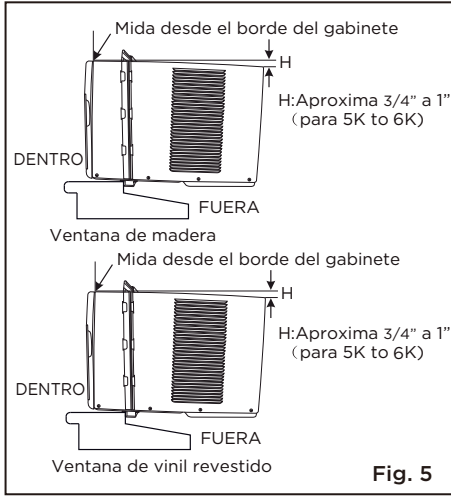

Fig. 5
2. Agarre firme al aire acondicionado, ponga la unidad en la apertura de la ventana con mucho cuidado para que el fondo del marco del aire acondicionado está contra el umbral de la ventana (Fig. 5). Acerque la ventana detrás el carril superior de la unidad con mucho cuidado..
Comprueba que el aire acondicionado está inclinada hacia atrás casi H (Fig. 5) (inclinado unos 3° a 4° desde el fondo hacia la fuera) después de la instalación, correcta, el condensado no debe bajar desde el orificio de drenaje de desbordamiento durante su uso normal, corrige la pendiente de otro modo.